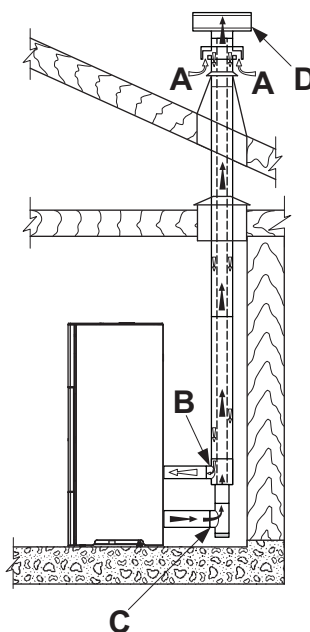

fig. 5.5
- Kanalisierung der Verbrennungsluft durch Nutzung eines koaxialen Auslassrohrs für Abgasabführung und Luftentnahme; daher ist im Raum kein klassischer Lufteinlass erforderlich (Abb. 5.5 A, B = Lufteintritt C, D = Rauchaustritt);
Bei Installation eines Pelletofens der raumluftunabhängigen Serie „Ermetica“ kann ein spezifisches koaxiales Rohr verwendet werden, über das sowohl die Rauchabführung als auch die Kanalisierung der Verbrennungsluft von außen möglich ist (Abb. 5.5 A,B = Lufteintritt C,D = Rauchaustritt).